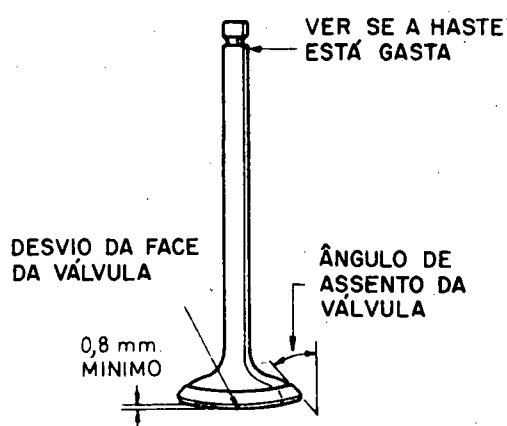

Fig. 3
- a Controle a margem (espessura) da cabeça da válvula (fig. 3).